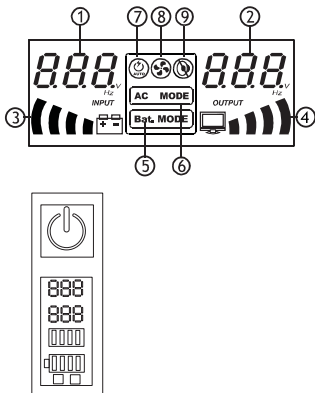

Рисунок 2 – Дисплей ИБП серии ELACTRA ET
**2 – LED-дисплей или светодиодный индикатор режимов работы (рисунок 2)**